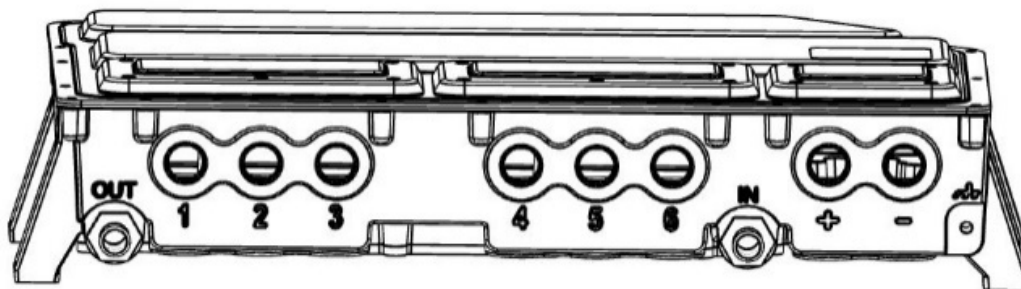

Figure 2 -Emplacement de l'entrée/sortie du liquide de refroidissement et du point de mise à la terre
5. Localisez l'entrée/sortie (« IN/OUT ») du liquide de refroidissement sur le MCU et assurez-vous qu'aucun signe de fuite n'est apparent (Figure 2).
6. Assurez-vous que le point de mise à la terre sur le MCU est propre et qu'aucun signe d'oxydation n'est apparent (Figure 2). Si nécessaire, nettoyez la surface et ajoutez une graisse conductrice.